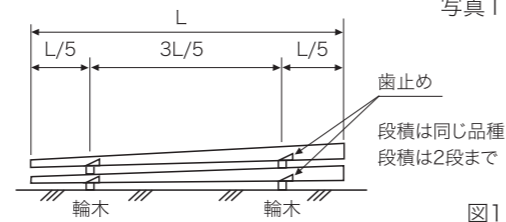

図1
- ① 荷扱い及び置き方が悪いと欠けやこすり跡、ひび割れが発生することがあります。衝撃等を加えないよう慎重にお取り扱いください。(写真1参照)
- ② ポールは2点支持で置いてください。支持点は両端が全長のL/5の張り出しとなるよう木製角材等を使用して置いてください。(図1参照)
- ③ 支持点となる角材等の輪木部分にはポールが転がらないように歯止めをしてください。(図1参照)
- ④ ポールの段積みは損傷の原因になりますので避けてください。段積みが必要な場合は同じ品種のポールに限定し、ポール支持点にずれがないよう2段積みまでが望ましいです。それ以上の場合は別途ご相談ください。(図1参照)